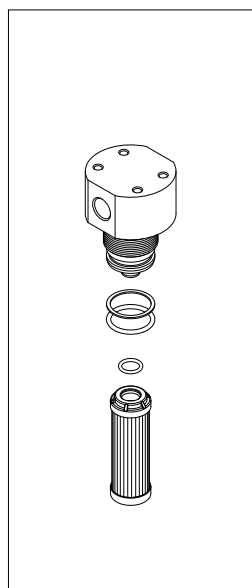

fig. 9
- (Fig. 9) Alloggiare 1°: l'anello antiestrusione e 2°: l'O-ring nella gola del contenitore, inserire l'O-ring nel cerchietto dell'elemento filtrante